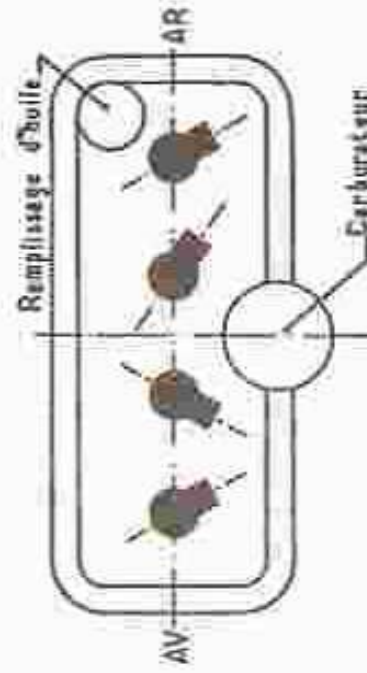

Fig. 13. - Orientation des axes des balayettes.
**REMARQUE IMPORTANTE.** — Les vis repérés sur la figure 13 — 4 — 5, — 6 — 7) servent en même temps à la fixation des rampes de culbuteurs. Elles sont, pour cette raison, beaucoup plus longues que les cinq autres, mais, pour éviter des déformations de la culasse, il faut, avant de les déposer, débloquer également les vis repérés 12 — 11 — 10, — 9 et 8. Pour ces dernières qui sont logées sous la rampe des culbuteurs d'admission, il est nécessaire de posséder une clé spéciale contre-coude, qui seule permet pour le serrage d'utiliser, comme prescrit, une clé dynamométrique (fig. 20).
Au remontage des tubes de bougies, il est nécessaire de respecter une orientation des axes de balayettes à cause de la présence du carburateur (fig. 13).
dire vers le côté gauche du moteur). De la sorte, et l'on remonte des chemises déjà assemblées on est certain que la partie subscritible d'être marquée par l'usure se trouve dans la même orientation que précédemment (fig. 13).